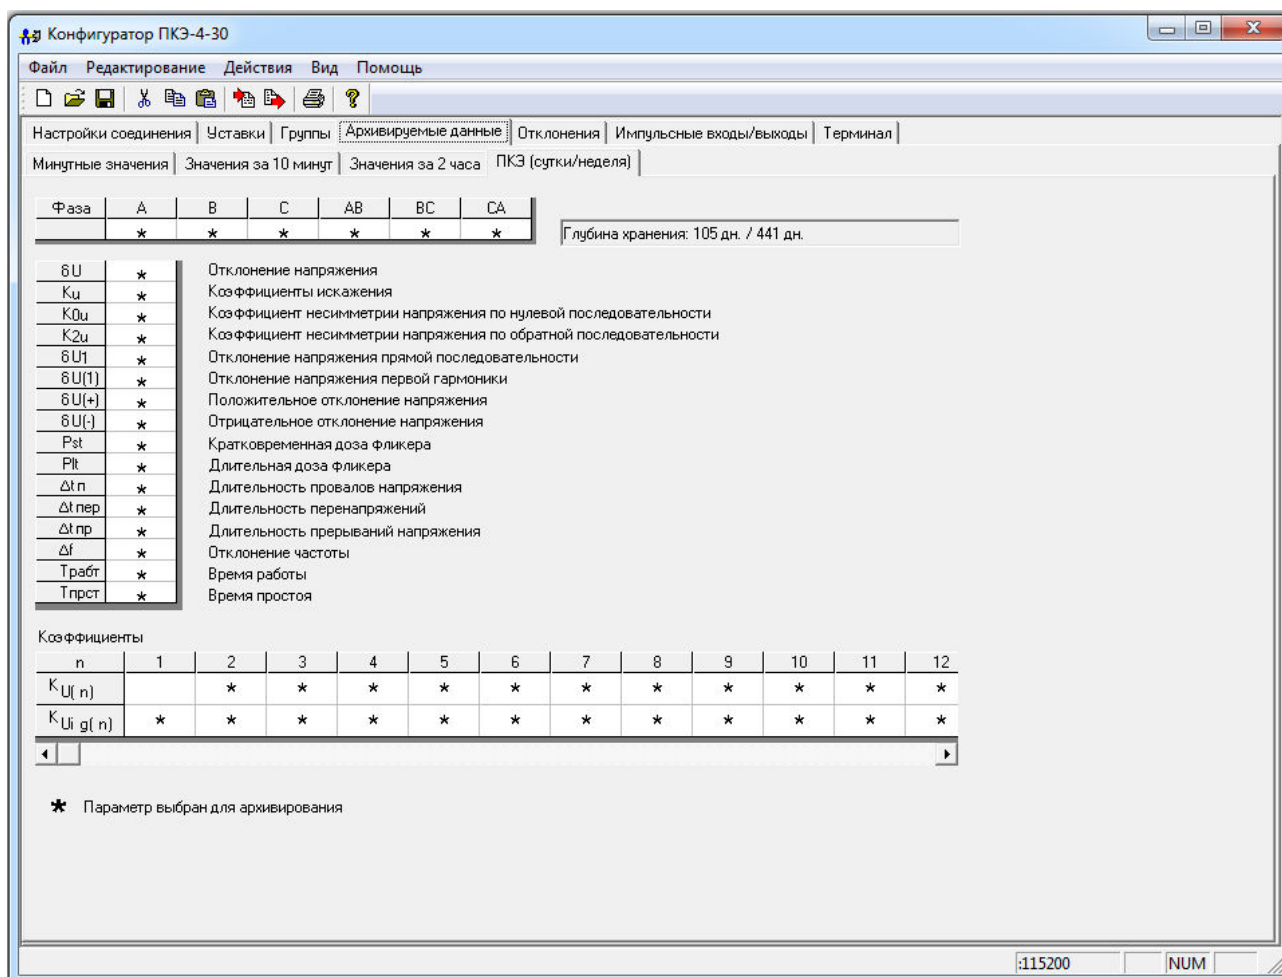

Рисунок 60
**Закладка «ПКЭ за сутки»** или «**ПКЭ (сутки/неделя)**» (рисунок 60) содержит данные о ПКЭ, которые сохраняются (будут сохраняться) в суточном архиве прибора модификаций «Ресурс-ПКЭ-Х.Х-ХХ» или в суточном или недельном архиве прибора модификаций «Ресурс-ПКЭ-Х.7-ХХ-Х». Сохраняемые показатели указаны символом «звёздочка». Для установления/снятия символа «звёздочка», необходимо щёлкнуть левой кнопкой «мыши» по выбранному ПКЭ.